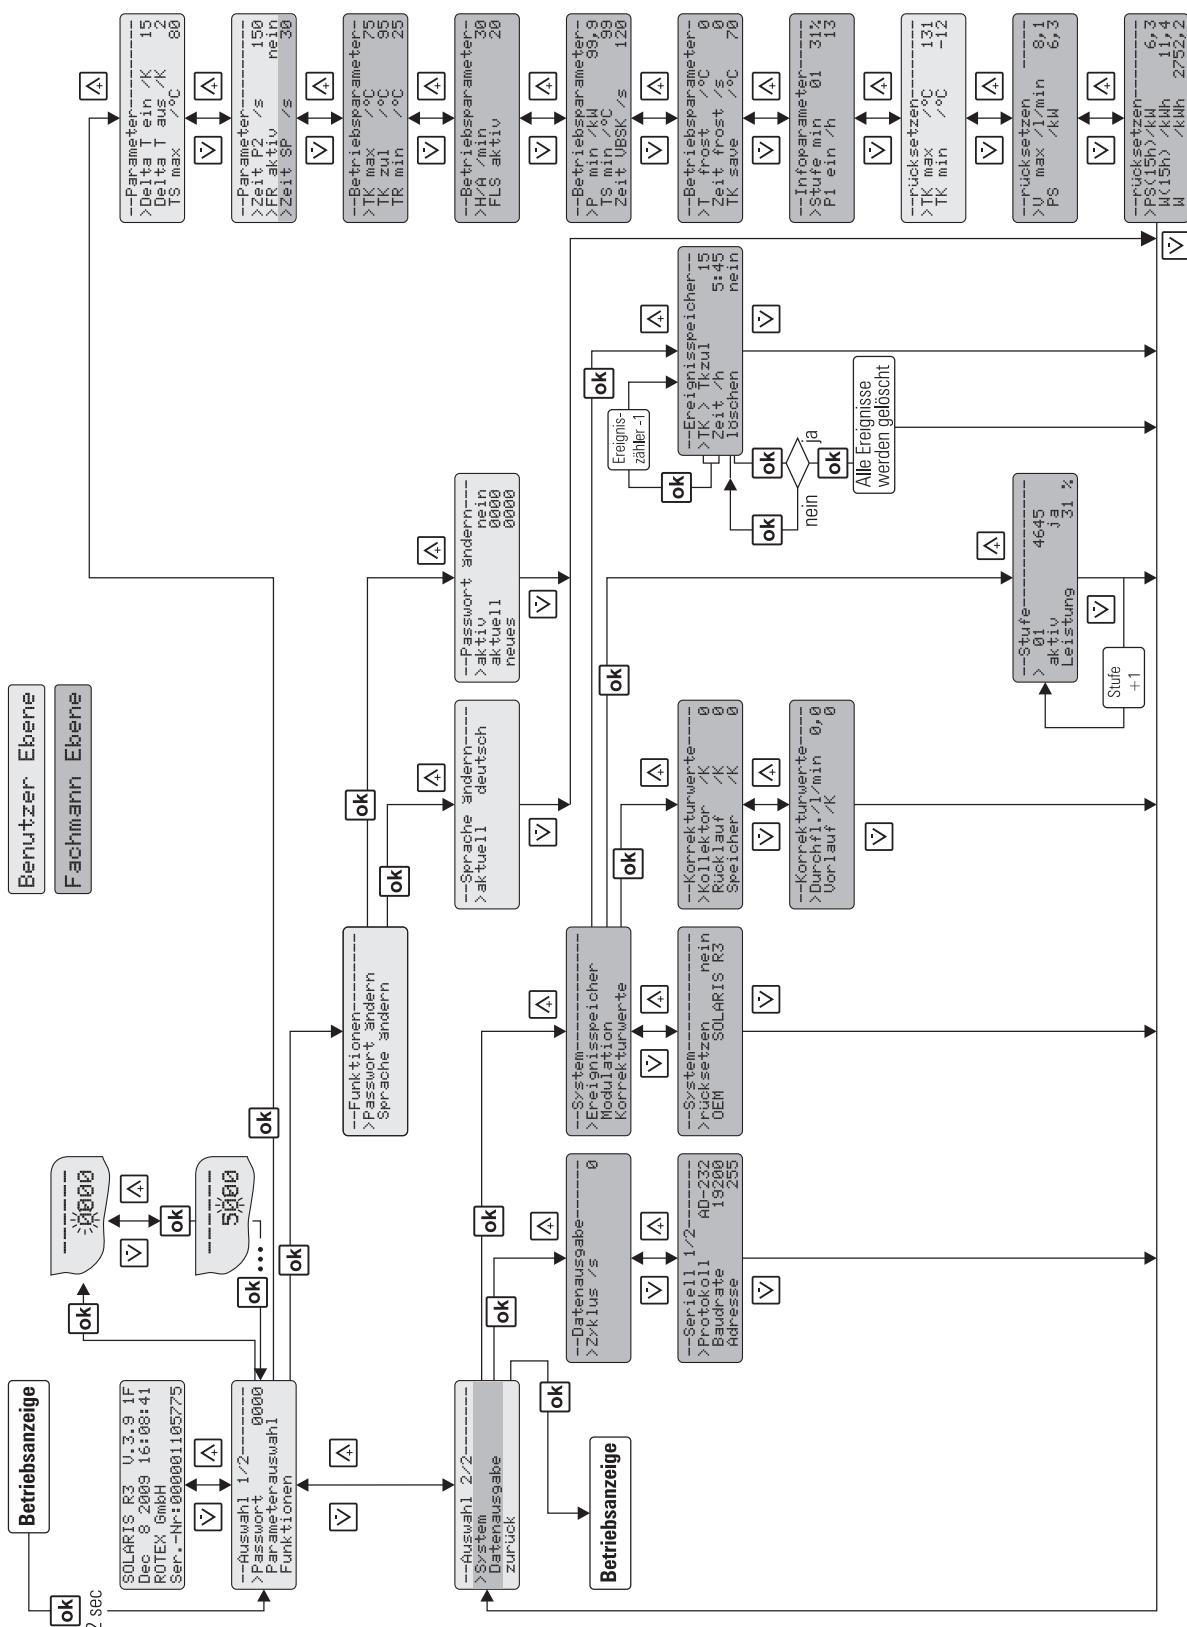

Bild 5-7 Einstellmenü
Im Menü (Bild 5-7) wird in der ersten Zeile der aktive Menüpfad angezeigt, in der linken Spalte zeigt ein Cursor (">") auf den darunter liegenden Menüpfad oder einen Parameter. Von dort aus navigiert man im jeweiligen Menübaum mit den Pfeiltasten nach oben (+ Taste) oder unten (- Taste). Der eingestellte Wert kann entsprechend der Pfeiltasten verändert werden. Ein kurzer Druck auf die Pfeiltaste verändert den Wert um einen Verstellschritt, anhaltender Druck beschleunigt die Änderung. Wurde der gewünschte Parameter geändert und die gesamte Parameterliste nach unten durchgeblättert, gelangt man wieder zurück in das Auswahlmenü "Auswahl 2/2" und von dort in die Betriebsanzeige (siehe Bild 5-7). Die Regelung arbeitet sofort mit den geänderten Parameterwerten. Grundsätzlich springt die Regelung in den Betriebsanzeigemodus zurück, wenn etwa 10 min lang keine Taste betätigt wird.
Die Aktivierung und Änderung bzw. Neuvergabe des Benutzer-Passwortes erfolgt im Menüpfad: "Auswahl 1/2" -> "Funktionen" -> "Passw. ändern" (siehe Bild 5-7):
Das Passwort wird im Menüpfad : "Auswahl 1/2" unter "Passwort 0000" eingegeben. Es schaltet alle für den Fachmann wichtigen Anlagenparameter im Einstellmenü frei (siehe Bild 5-7).
Im Einstellmenü kann im Menüpfad: "Auswahl 1/2" -> "Funktionen" -> "Sprache ändern" nachträglich eine andere Sprache ausgewählt werden (Bild 5-7).
Die Einstellung der Parameter erfolgt nach Bild 5-7. Alle einstellbaren Parameter sind mit Zugriffsebene, Verstellbereich und Werkseinstellung in Tab. 5-5 dargestellt. Im Menüpfad: "Auswahl 1/2" -> "Parameterauswahl" -> "Rücksetzen" können die Maximalwerte und Rechenwerte (siehe Tab. 5-5) zurückgesetzt werden. Dabei wird mit der OK-Taste der angewählte Maximalwert sofort auf Null gesetzt. Die Pfeiltaste nach unten macht diese Handlung rückgängig, der Cursor geht zurück nach links. Mit der OK-Taste wird die Auswahl bestätigt. Durch wiederholtes Drücken der Pfeiltaste nach unten gelangt man in das Feld "Auswahl 2/2". Bestätigen von "zurück" navigiert in die Betriebsanzeige.
- Über den Menüpfad: "Auswahl 2/2" -> "System" -> "Modulation" zu "Stufe" (siehe Bild 5-7) navigieren. Hier können bis zu 10 Drehzahlstufen deaktiviert werden. Neben der Ordnungszahl der Leistungsstufe (beginnend mit 01 für die niedrigste Leistung) und dem Aktivitätsstatus wird hier unter "Leistung" die prozentuale Leistung der jeweiligen Stufe angezeigt.
- Über den Menüpfad: "Auswahl 2/2" -> "System" -> "Korrekturwerte" den Korrekturparameter (siehe Bild 5-7) anwählen und Werte entsprechend Tab. 5-4 verändern.
Dieser Kontakt steuert einen externen Wärmeerzeuger so, dass der Speicher unter günstigen Witterungsvoraussetzungen nicht durch den externen Wärmeerzeuger aufgeheizt wird. Dazu wird das als Zubehör angebotene Anschlusskabel BSK (🛒 16 41 10) benötigt. Erreicht die Solaris-Anlage eine vom Heizungsfachmann einstellbare Momentanleistung (Menüpfad: "Auswahl 1/2" -> "Parameterauswahl" -> "Betriebsparameter "P min""") oder ist der Speicher auf eine vom Heizungsfachmann einstellbare Mindest-Speichertemperatur (Betriebsparameter " $T_S \text{ min}$ " siehe Tab. 5-5) aufgeheizt, wird über einen Kontakt z. B. der Brenner stromlos geschaltet. Die Parametereinstellung für den Brennersperrkontakt ist in Bild 5-7 beschrieben.